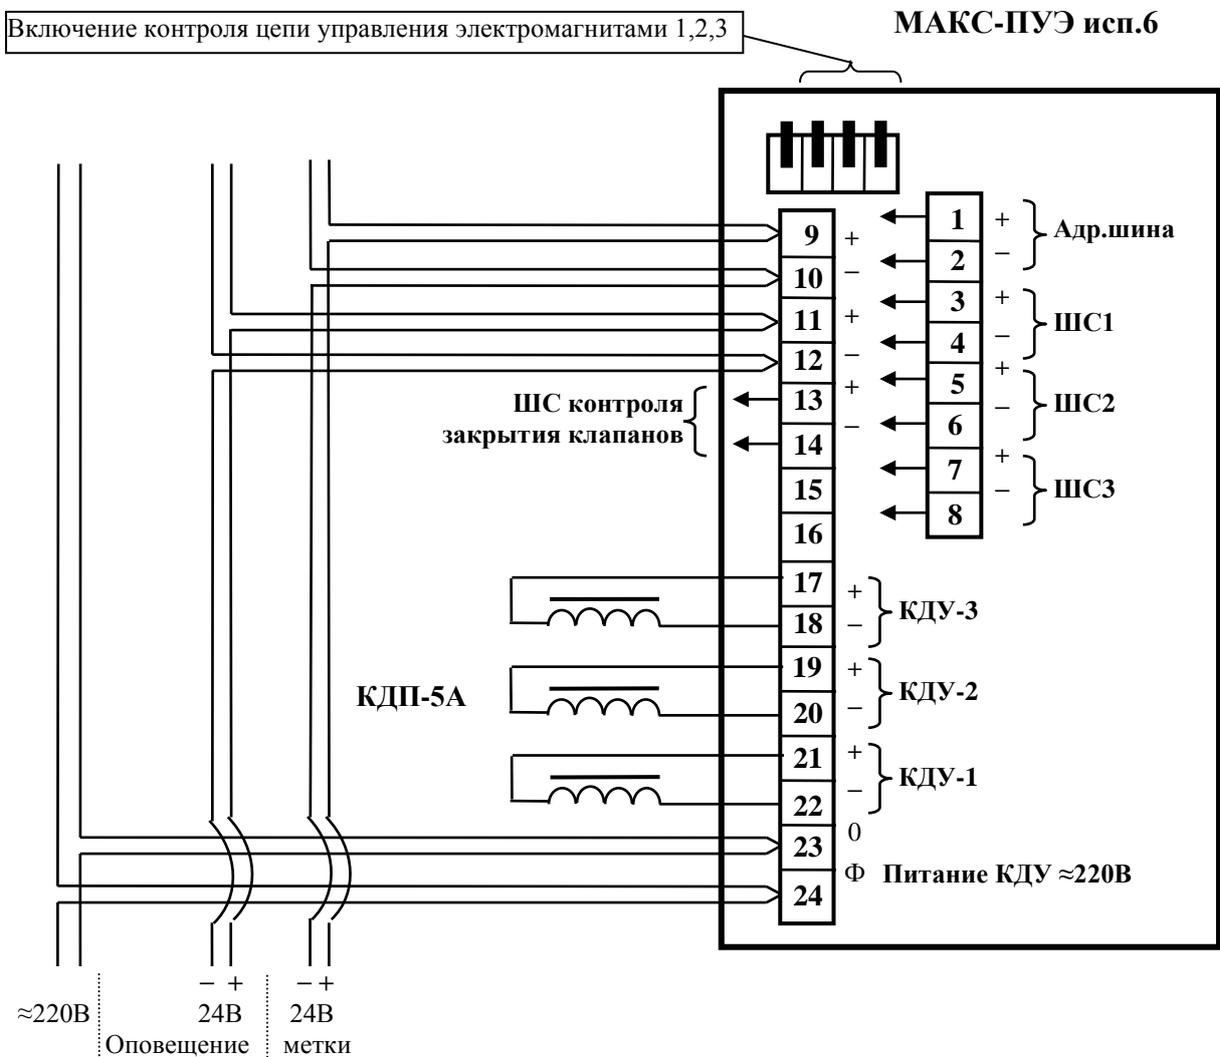

Рис. 1. Назначение клемм и схема подключения модуля.
2.1.2. Схема подключения модуля и назначение клемм представлены на рис.1. Схемы подключения извещателей к ШС1, ШС2 и ШС3 показаны на рис.2-5.